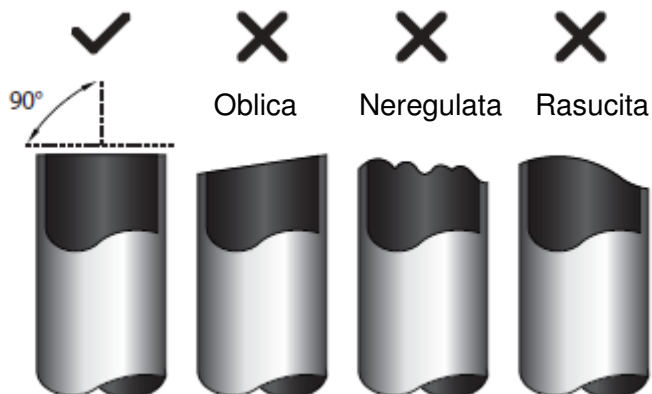

Fig. 7.4
9. Asigurați-vă că ați tăiat conducta la un unghi perfect de 90°. Consultați Fig. 7.4 pentru exemple de tăieri greșite.